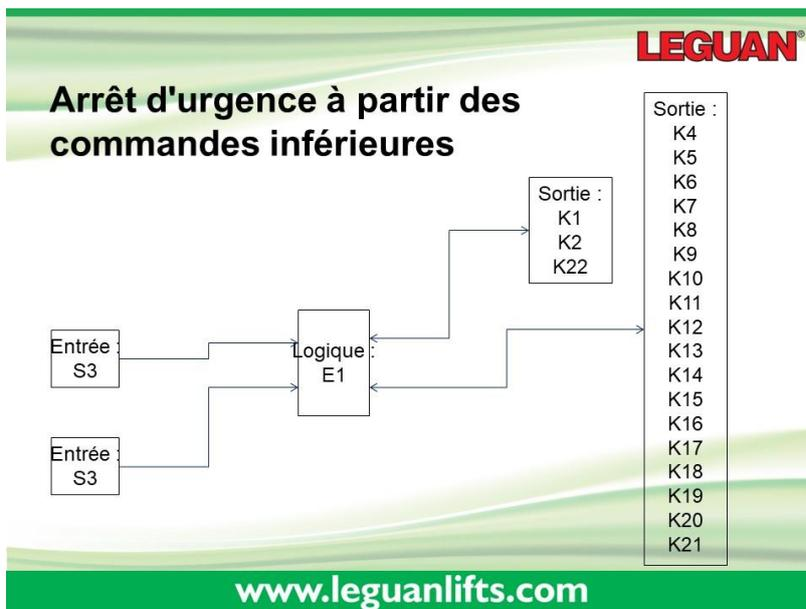

Figure 33 Arrêt d'urgence à partir des commandes inférieures
- Débranchez tous les contacts des contrôleurs logiques (Figure 33). Raccordez directement la borne de terre de l'appareil de soudure à la pièce à souder.